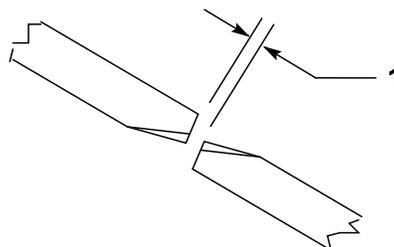

図 27
刈り込みデッキが適切に作動できるように、ウイング側と中央のブレードとの間に 10-16 mm の隙間を確保してください 図 27。
2. 中央のブレードとその隣のウイングブレードを手で回してブレードの先端どうしを整列させる。刃先と刃先との間の距離を測定する 図 27。